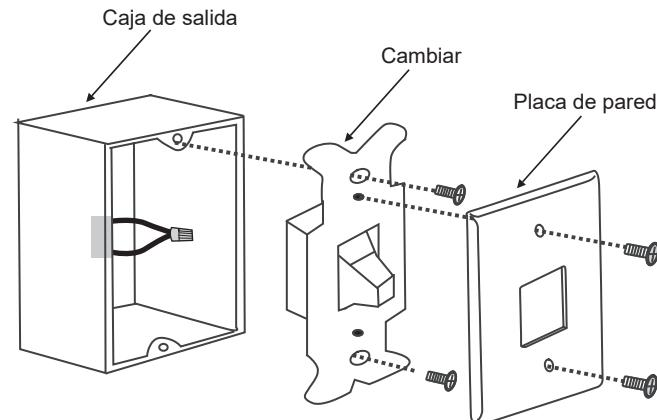

Fig. 23
**Paso 1.** Retire la placa de pared existente y el interruptor viejo de la caja de salida de pared. Alambre tuerca los cables NEGROS (caliente) juntos y empuje hacia atrás dentro de la caja de salida. (**Fig. 23**)